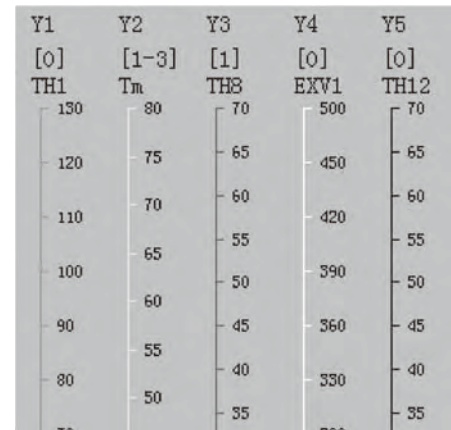

图42
5.2.8.2 右边为所选五个参数的内容，从上到下依次为(如图42):
- ①坐标的代号Y1~Y5;
- ②具体的机器地址码，当只有一个数时表示该数值的室外机参数，如[0]，表示此曲线是0号室外机的参数；当两个数值时表示该室外机下该室内机参数，如[1-3]，表示1号室外机的3号室内机参数。
- ③ 具体的参数名称，如TH1、Tm等。